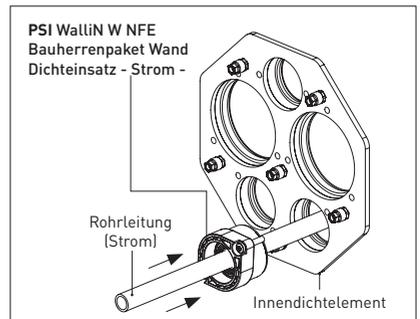

Abbildung 15.3: Montage PSI WalliN W NFE Bauherrenpaket Wand Dichteinsatz - Strom - innenseitig
- Schieben Sie den **PSI WalliN W NFE Bauherrenpaket Wand Dichteinsatz - Strom** mit der Gummidichtung voraus über die Rohrleitung bis in das Innendichteelement des **PSI WalliN W NFE Bauherrenpaket Wand**. Beachten Sie, dass die Schraublöcher am Dichteinsatz und die Kernlöcher im Innendichteelement übereinander liegen (s. Abbildung 15.3).